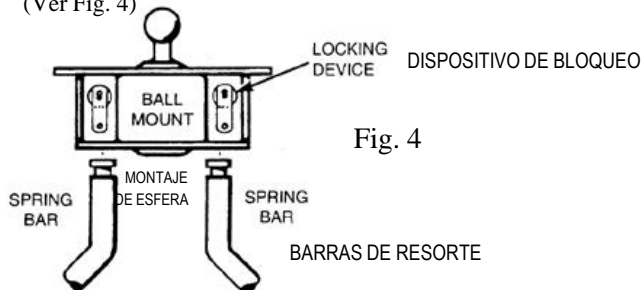

Fig. 4
4. Para retirar las barras de resorte, simplemente hale el dispositivo de bloqueo o gire la barra por debajo del parachoques y caerá libremente. (Ver Fig. 4)